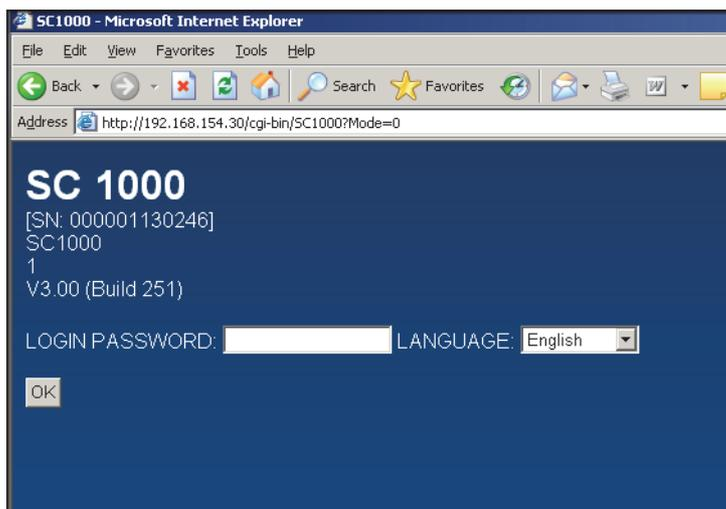

Abbildung 6 Anmeldefenster des sc1000 Controllers
6. Am Computer einen Internet-Browser starten. In der Adresszeile die IP-Adresse des sc1000 eintragen (siehe Punkt 3.). Es erscheint das Anmeldefenster des sc1000 Controllers (Abbildung 6).
7. Das Browser-Passwort eingeben (siehe Abbildung 6 und Kapitel 3.4.1, Seite 13).